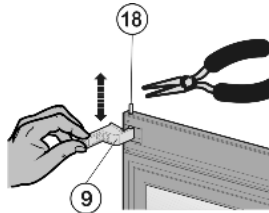

Fig. 11
- ▶ Pousser le pivot Fig. 11 (18) vers le haut : Déplacer la charnière Fig. 11 (9) de bas en haut.
- ▶ Enlever le pivot Fig. 11 (18) avec une pince et le mettre de côté.